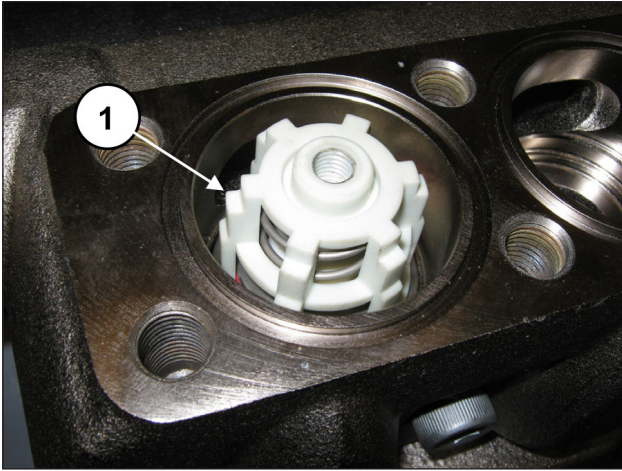

Abb. 159
Die komplette Ventilgruppe muss bündig eingesetzt sein und so erscheinen wie in Pos. ①, Abb. 159.